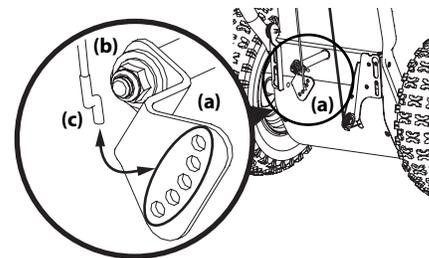

Figure 2-52
2. Levez le support des trous de réglage (a) pour desserrer le câble (b). Voir Figure 2-52.